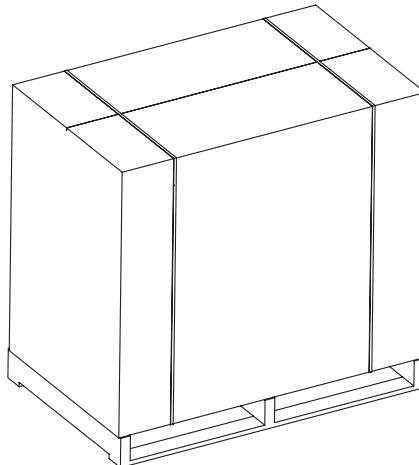

Abbildung 1 - Verpackung XL9.
• wenn möglich die Kartonverpackung von oben auf der Palette positioniert und mit passenden Materialien fixiert werden (Abb. 1).